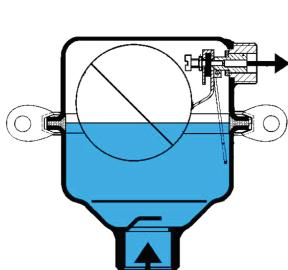

Рис. 1
1. Воздухоотводчики постоянного действия предназначены для удаления газов из жидкостных систем, образующихся в процессе нормальной работы системы. Как правило, это растворенный или испарившийся газ. при отсутствии газа клапан воздухоотводчика удерживается в закрытом положении посредством поплавкового механизма. при всплытии газа и снижении уровня жидкости, поплавок опускается, открывает клапан и выпускает воздух из системы (Рис. 1). при понижении давления до атмосферного и снижении уровня жидкости воздухоотводчик работает в режиме запуска воздуха. Этого можно избежать установкой обратного клапана. Некоторые типы воздухоотводчиков могут быть оборудованы встроенным обратным клапаном. Пример воздухоотводчика постоянного действия — EB1.12.